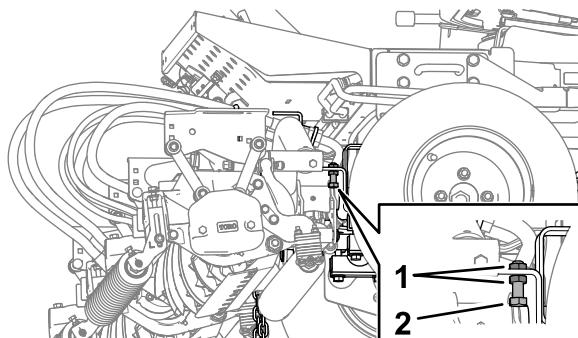

Figura 28
1. A cada lado de la máquina, afloje las tuercas autoblocantes y haga retroceder los pernos del tope del brazo de elevación (Figura 28).